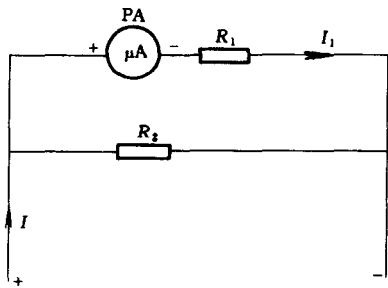

图 1-11 直流电流的测量
1) 直流电流的测量。直流电流的测量如图 1-11 所示，图中 PA 为微安表表头， $R_1$  是表头本身电阻和线路中串联电阻之和， $R_2$  是并联电阻，又称分流电阻。由于  $R_2$  比  $R_1$  小得多，大部分电流经过  $R_2$  流过，只要适当选择  $R_1$ 、 $R_2$  的比值关系，就能使表头流过的电流  $I_1$  是总电流  $I$  的  $1/R$  倍。例如，令  $K = 100$ ，当流过表头的电流  $I_1$  为  $100\mu A$  时，就能知道电路中